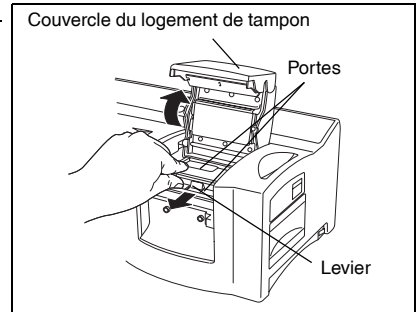

figure 1
- ❶ Une fois que les données ont été imprimées sur le patron, qui est ensuite chargé sur la lampe au xénon, le message « INSÉRER TIMBRE » apparaît sur l'afficheur ACL de la SC-2000USB.
- ❷ Soulevez le couvercle du logement du tampon, tirez légèrement le levier vers vous pour ouvrir les portes du logement du tampon, puis vérifiez que le patron imprimé s'est arrêté au-dessus de la lampe au xénon (voir la figure 1).